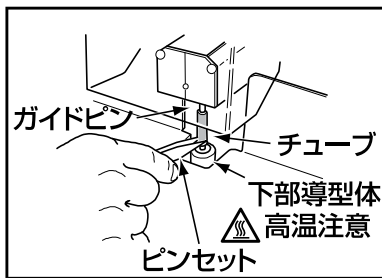

図17
- 2.下部導型体と共に、ガイドピンに残っているチューブが上がってきます。付属のピンセットでチューブをつまんでください。 図17 参照